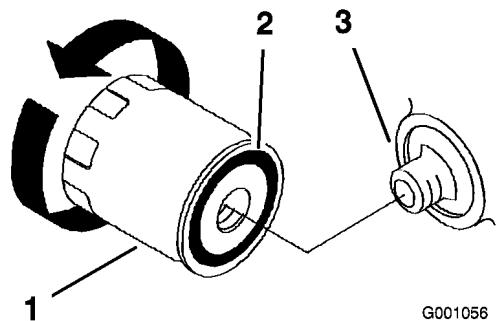

Figure 41
2. Déposez le filtre à huile usagé et essuyez la surface du joint de l'adaptateur (Figure 41).
4. Appliquez un mince film d'huile neuve sur le joint en caoutchouc du filtre de rechange (Figure 41).
5. Posez le filtre à huile de rechange sur l'adaptateur. Tournez le filtre dans le sens horaire jusqu'à ce que le joint touche l'adaptateur, puis donnez 1/2 tour supplémentaire (Figure 41).